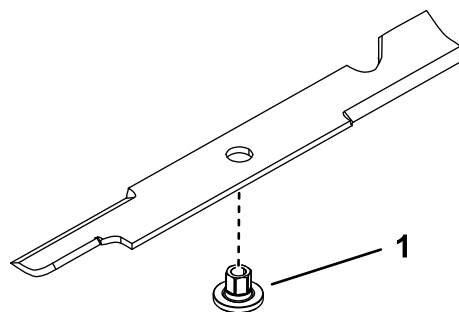

Figura 96
- Instale el casquillo a través de la cuchilla con la brida del casquillo en el lado inferior (lado del césped) de la cuchilla (Figura 96).